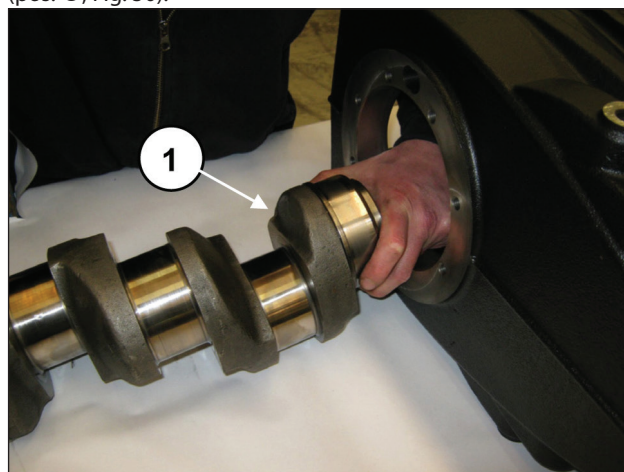
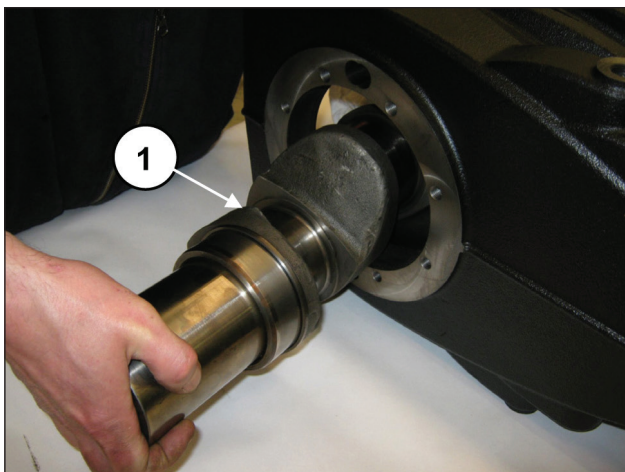

Fig. 49
Fig. 50
Insira o eixo do lado PTO, prestando atenção para não bater os eixos das hastes montadas anteriormente (pos. ①, Fig. 49) e (pos. ①, Fig. 50).